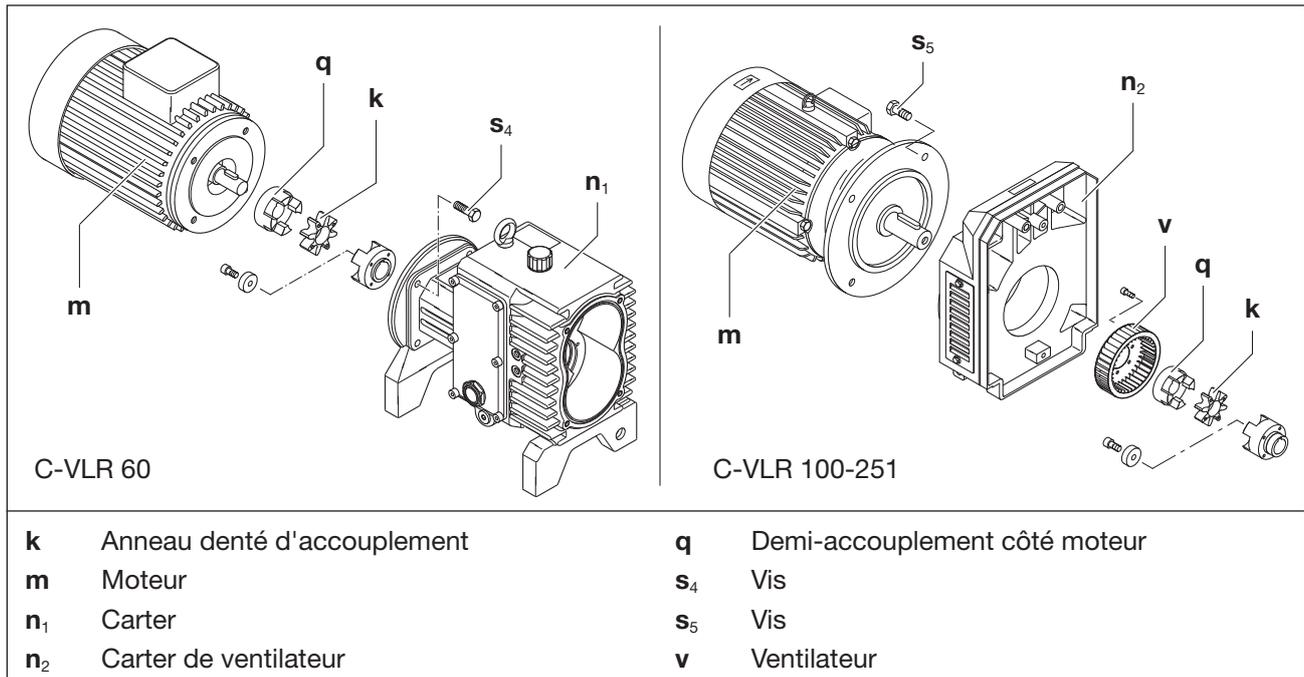

Fig. 10 Accouplements C-VLR 60 et C-VLR 100 - 251
- Fixez l'outil de levage à l'attache de transport du moteur (Fig. 10/m).
- Desserrez les vis (Fig. 10/s₄) sur la bride du carter (Fig. 10/n₁).
- Déposer le moteur dans le sens axial avec le demi-accouplement côté moteur (Fig. 10/q) et le suspendre à l'aide d'un outil de levage.
- Contrôlez l'anneau denté (Fig. 10/k). Si l'anneau denté est endommagé ou usé, remplacez-le.
- Réinstallez le moteur dans le sens axial avec le demi-accouplement côté moteur (Fig. 10/q) et fixez-le à l'aide des vis (Fig. 10/s₄) sur la bride du carter (Fig. 10/n₁).
- Desserrez les vis (Fig. 10/s₅) sur la bride moteur.
- Retirez le moteur dans le sens axial avec le demi-accouplement côté moteur (Fig. 10/q) du carter de ventilateur (Fig. 10/n₂) et suspendez-le à l'aide d'un outil de levage.
- Contrôlez si le ventilateur (Fig. 10/v) présente des dommages et remplacez-le si nécessaire.
- Réinstallez le moteur dans le sens axial avec le demi-accouplement côté moteur (Fig. 10/q) sur le carter de ventilateur (Fig. 10/n₂) et fixez-le sur la bride moteur à l'aide des vis (Fig. 10/s₅).